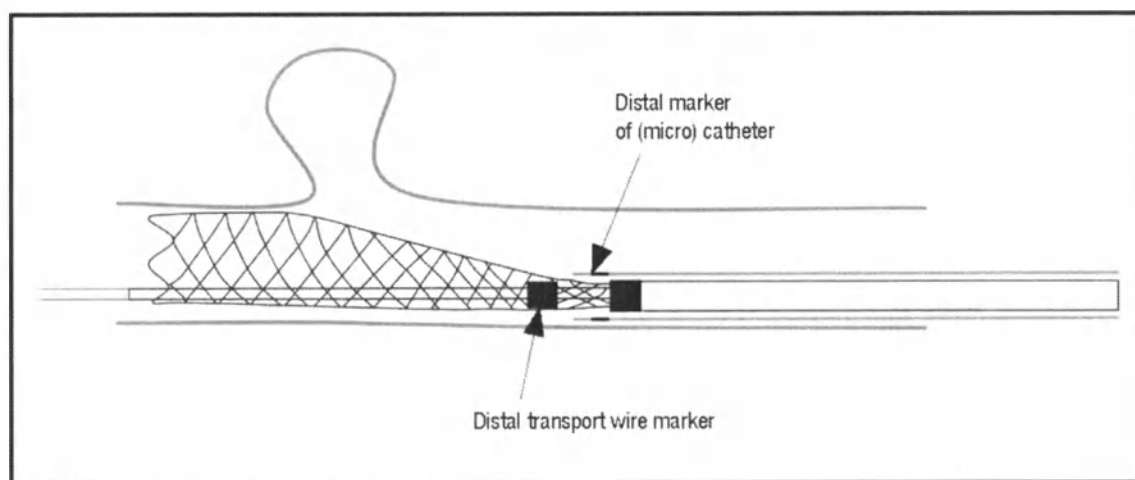

Рисунок 7. Положение (микро-) катетера, из которого больше невозможно перемещать изделие для эмболизации DERIVO® 2
- Если дистальная рентгеноконтрастная метка микрокатетера уже находится проксимальнее дистальной метки проводника, изменение положения становится невозможным (см. рисунок 7);